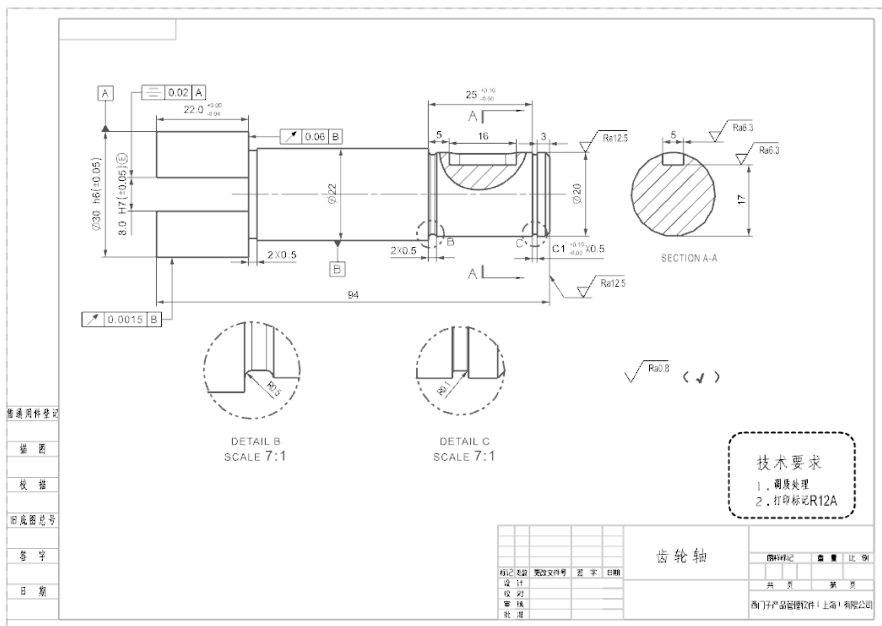

图 10-68 书写技术要求
- 14 同理, 在标题栏上方放置工程图图纸的【技术要求】如图 10-68 所示。